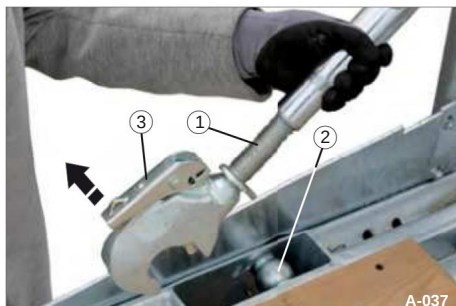

Fig. 57 Aftag sikkerhedsstangen i bunden
• Træk stangen med krogene (fig. 57/1) i bunden ud af kuglestiften (fig. 57/2).
• Luk låsemekanismen (fig. 57/3).